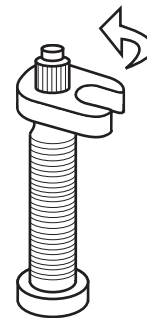

Figure 24. Tournez la clé dans le sens anti horaire pour retirer l'obus de valve.
3. Retirez le corps de valve (Figure 24).